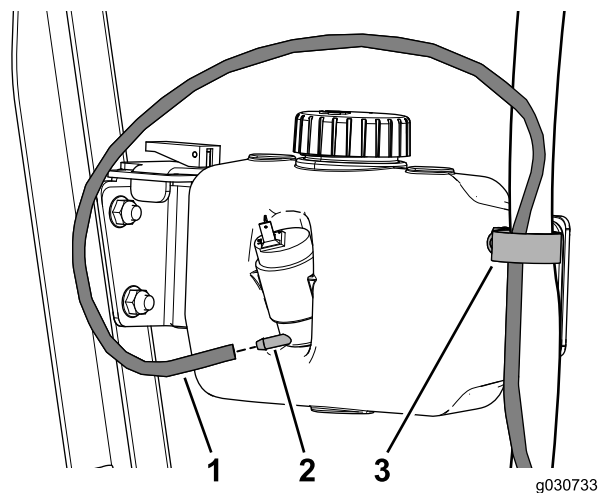

Figura 40
2. Enrute la manguera a través de la abrazadera en R y conéctela al depósito del lavaparabrisas (Figura 40).